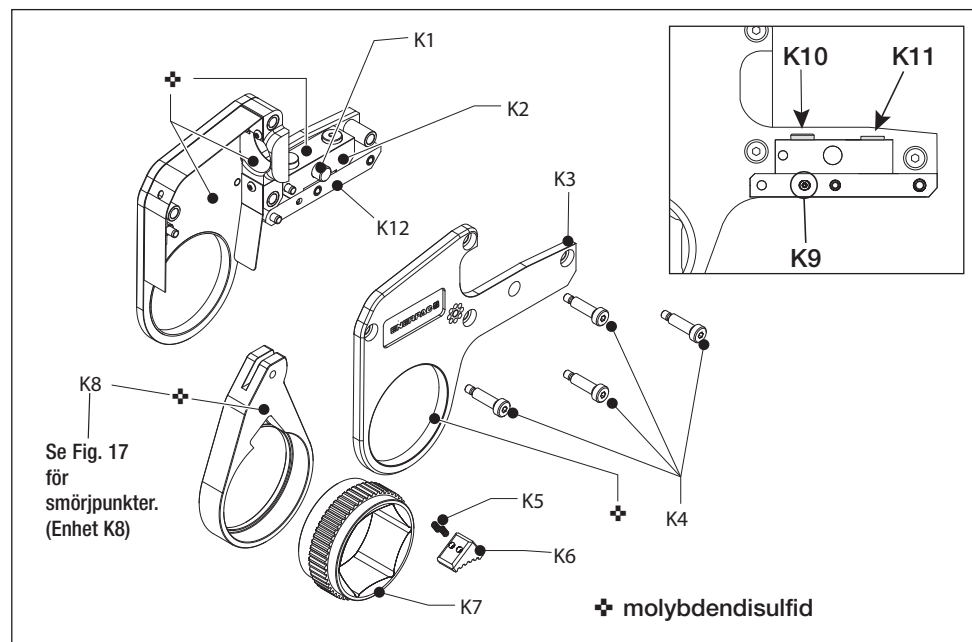

Fig. 18
5.4 Förebyggande underhåll – Kasset (Fig. 18 och 20)
5.5 Fullständigt underhåll – Kasset (Fig. 18, 20 och 21)